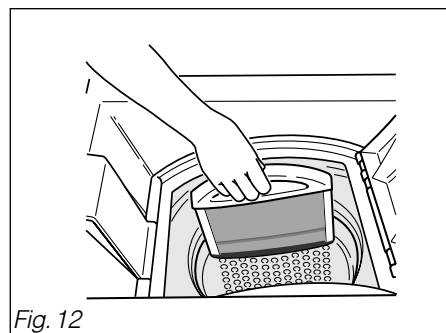

Fig. 12
- Enlevez-le de son logement en tirant de bas en haut (Fig. 12).